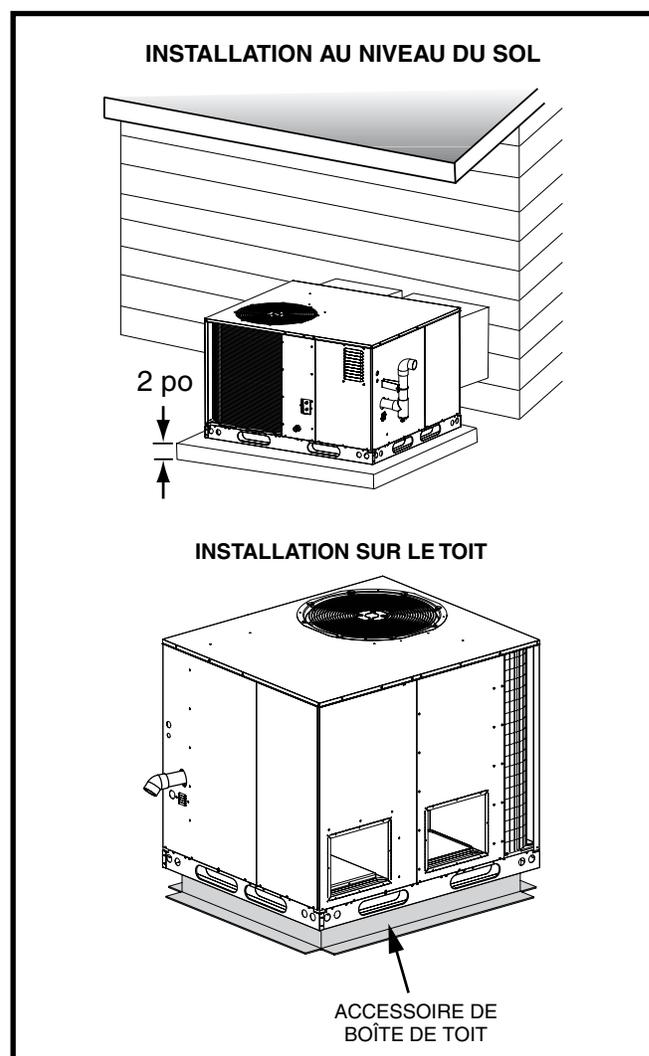

Figure 3. Installation sur le toit ou au niveau du sol
- Une dalle de montage adéquate doit être installée et séparée de la fondation de l'édifice. La dalle doit être de niveau pour assurer une évacuation adéquate de la condensation et assez résistante pour supporter le poids de l'appareil. La dalle doit être à au moins 5cm au-dessus du sol et offrir un drainage adéquat. Voyez la Figure 3.